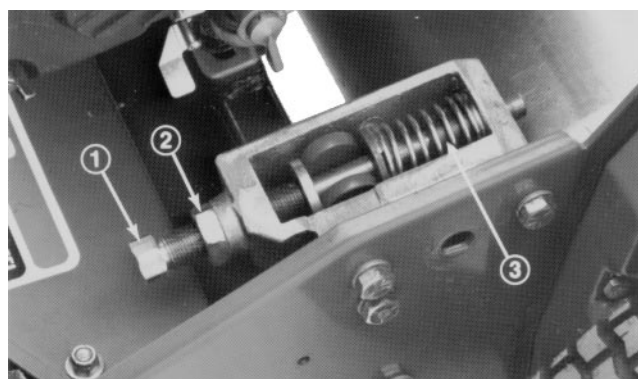
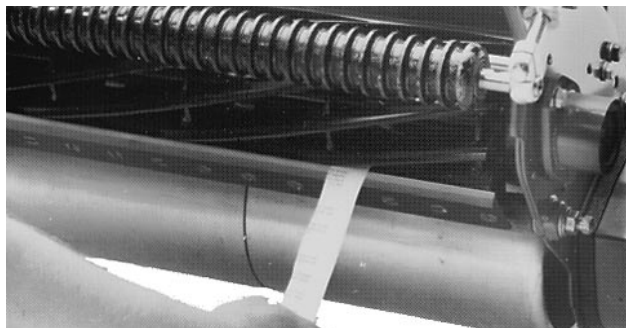

Fig 4
Fig. 5
7. Løsne de fire rullelageretskruene og skruene som holder ledeskiven. Løft eller senk høyre side av valsen til avstanden blir under 0,25 mm. Trekk til rullelageretskruene. Justér remstrekking og trekk til ledeskivens festeskruer (fig. 4).
1. Sett klipperen på et flatt, jevnt underlag. Pass på at sylinderekontakten fjernes ved å løsne låsemutterne på knivplaten justeringsskruer og skru skruene mot urviserne (fig. 4).
3. Stikk en lang remse avispapir mellom sylinderen og knivplaten på den ene forsiden av sylinderen (fig. 5). Samtidig som sylinderen langsomt dreies fremover, trekkes knivplaten justeringsskruer til (på samme ende av sylinderen), én omdreining av gangen, til avispapiret står litt fast når det stikkes inn fra forsiden parallelt med knivplaten og du trekker i det (fig. 4).
5. Etter justering må du undersøke om sylindere klemmer papiret når det stikkes inn fra forsiden og kutter papiret når det stikkes inn i rett vinkel i forhold til knivplaten (fig. 5). Det skal være mulig å kutte papiret med minst mulig kontakt mellom knivplaten og sylindereknivene. Hvis det er for mye kontakt med sylindere, er det enten nødvendig å slippe om eller pusse av klippeenheten for å få de skarpe eggene som kreves for nøyaktig kutting (se Toro-håndboken over kvessing av sylindere).
ADVARSEL: vær forsiktig når du tar av stangen, fordi justeringsskruens fjærer (fig. 4) er strammet og kan plutselig sprette løs.